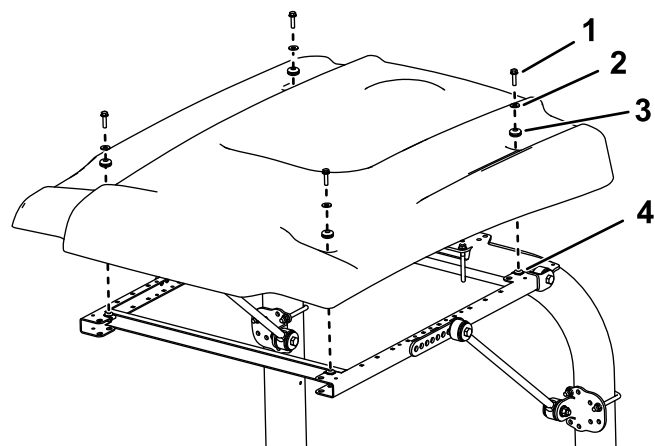

Figura 38
15. Alinee los taladros de montaje y posicione el toldo sobre el bastidor, según se muestra en Figura 38.
16. Sujete provisionalmente cada esquina del toldo al bastidor con un perno con arandela prensada (5/16" x 1 1/4"), una arandela pequeña y un anillo de goma (Figura 38).